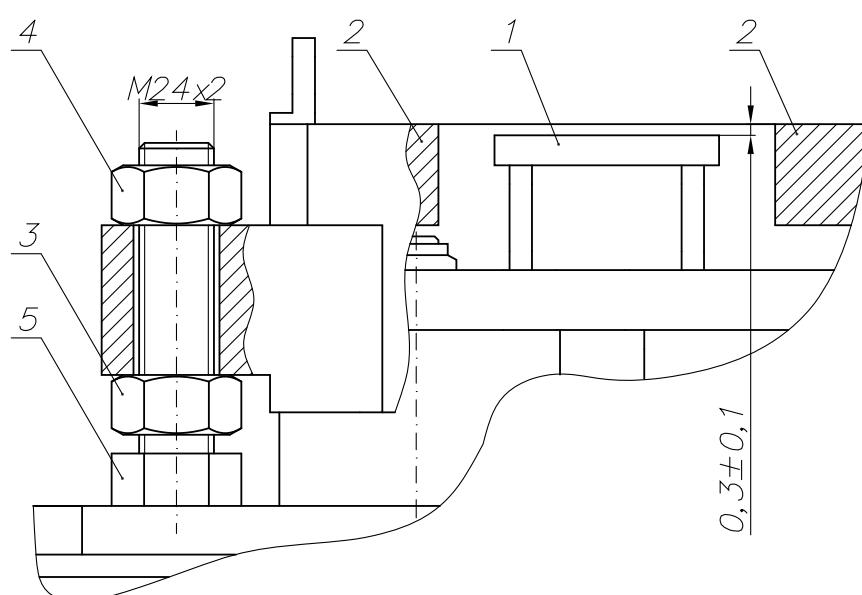

Рис. 22. Схема настройки зазора.
- не менее 1 раза в 2 недели контролировать зазор между опорой поддона и верхней поверхностью вибростола, рис. 22. Для контроля использовать щуп и линеал. Для изменения величины зазора необходимо ослабить гайку стопорную 4, вращая регулировочную гайку 3, установить необходимый зазор. Величина зазора контролируется в центре вибростола и в четырех его крайних точках. После настройки и проверки величины зазора стопорную гайку 4 затянуть, проверку повторить еще раз;